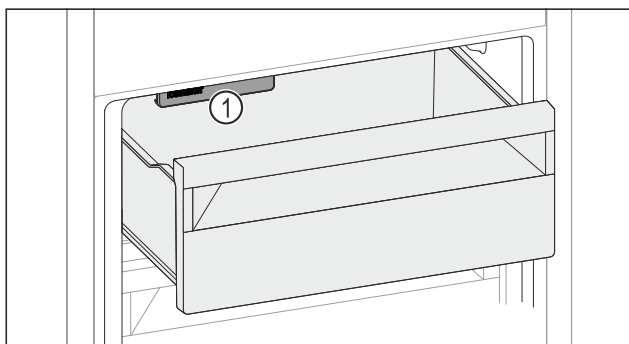

Fig. 157
- Prihliadajte na IceMaker Fig. 157 (1).